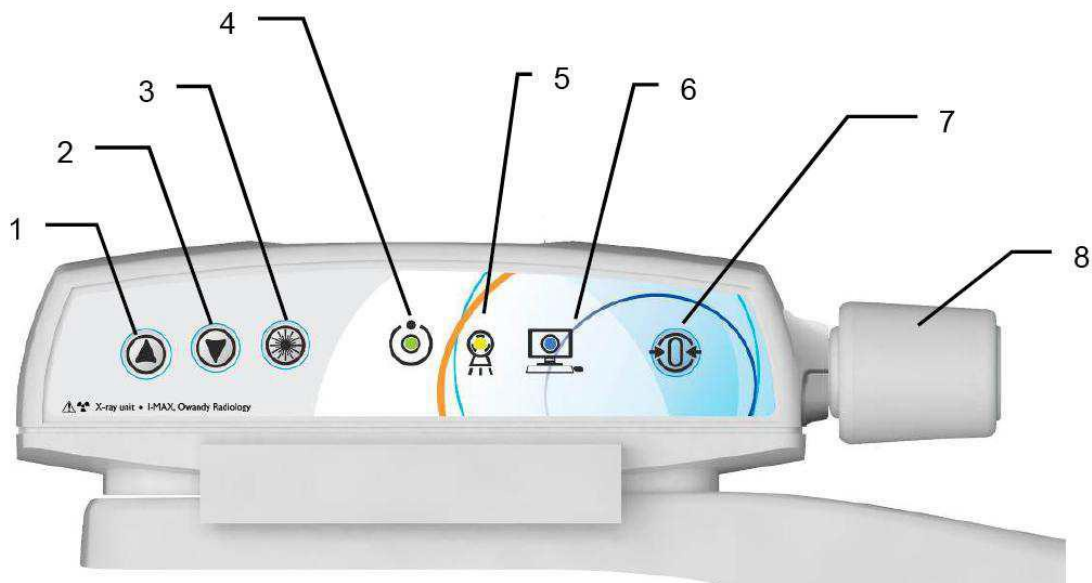

Figura 17 - Pannello di comando
Viene così avviata la funzione di "CHECK" testimoniata dall'accensione dei LED sulla tastiera. Terminata la funzione di "CHECK", il LED verde (4 - Figura 17) inizia a lampeggiare.
2. Avviare l'interfaccia grafica sul PC e attendere la connessione tra il PC e l'apparecchio; tale stato è indicato dal LED blu acceso sulla macchina (6 - Figura 17) e nell'interfaccia grafica.